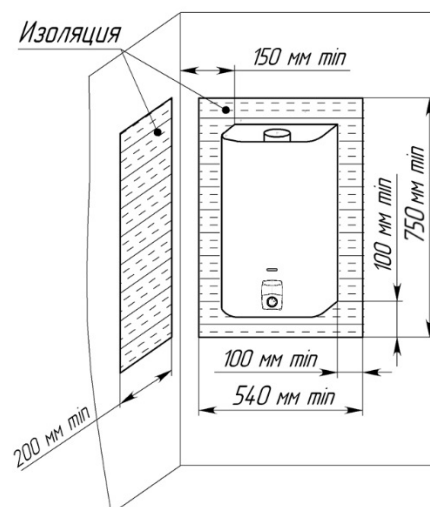

Рисунок 4. Установка аппарата на трудносгораемых стенах
- 7.1.6. Допускается установка аппарата на трудносгораемых стенах при условии изоляции стены оцинкованным листом толщиной $0,8 \dots 1\text{ мм}$ по листу базальтового теплоизоляционного картона БТК толщиной $3 \dots 5\text{ мм}$. Изоляция стены должна выступать за габариты корпуса аппарата не менее чем на 100 мм с каждой стороны (рис. 4).